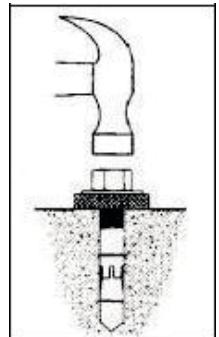

fig.18
7. Fixer les boulons d'ancrage dans les trous à l'aide d'un marteau léger (sans insérer les vis d'expansion centrales des boulons d'ancrage, qui seront fixées une fois le niveling terminé), comme indiqué à la Fig. 18.